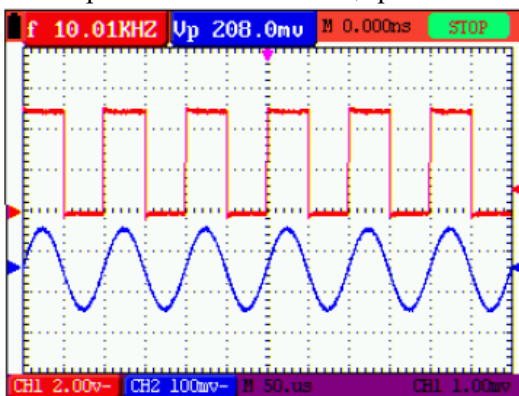

Рис. 13: Фиксация дисплея (СТОП)
1. Нажмите кнопку **RUN/ STOP** для фиксирования дисплейной информации (остановки). При этом в правом верхнем углу экрана отображается сообщение **STOP** (см. рис. 13).